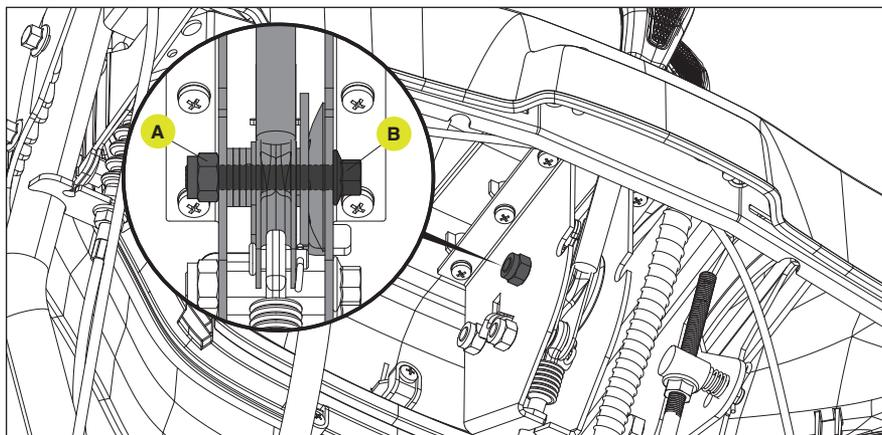

Figure 49
1. Localisez le contre-écrou M8 (A) sous le panneau sur le pivot du levier du déflecteur de la goulotte.
2. Repérez la tête du boulon M8 (B) sur le côté droit du levier pour le contre-écrou M8. (Fig. 49)